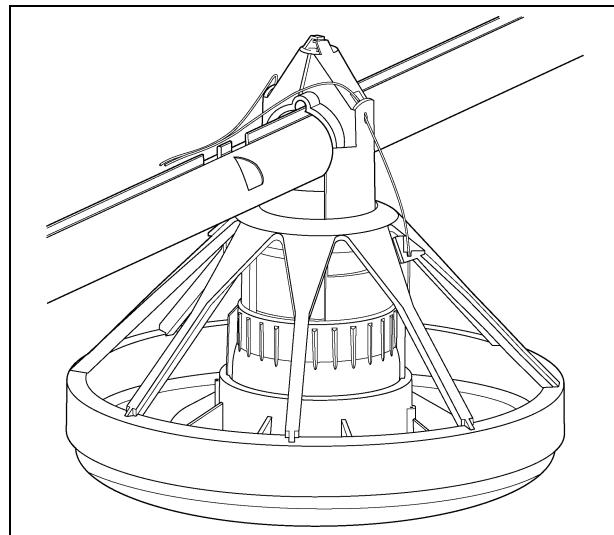

Рисунок 4К
- Переместите кормушку для индеек в сборе на трубу шнека, как показано на Рисунок 4К. Установите трубу отвода так, чтобы внешние стенки находились внутри пазов на ребрах трубы шнека. Поверните трубу шнека, чтобы отверстие было обращено вниз в трубу отвода. Повторите данную процедуру для каждого отверстия на трубе шнека.